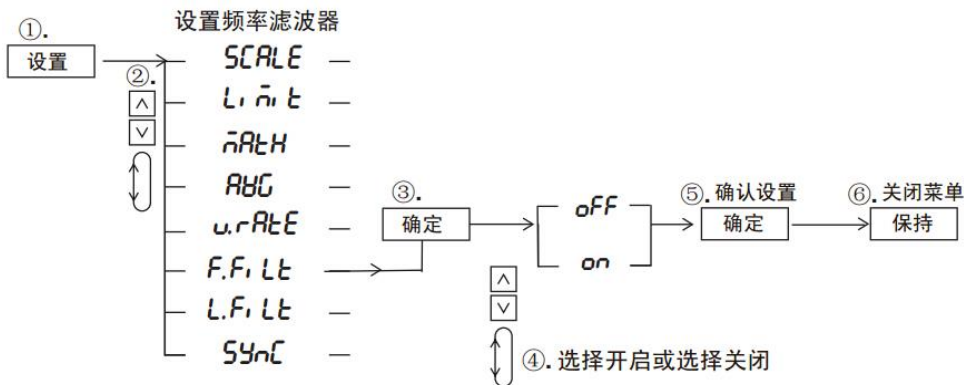

图 6.3 频率滤波器菜单设置流程
频率滤波器的菜单设置流程如图 6.3 所示。按照如图 6.3 所示的频率滤波器菜单设置流程，在设置菜单里选择频率滤波器 *F.FiLt*，该频率滤波器的截止频率固定为 500Hz；用户只须选择滤波器是 OFF（关闭）或 ON（开启），如图 6.5 所示。当开启频率滤波器，如图 6.4 标注③处对应的频率滤波器指示灯会亮，否则会灭。